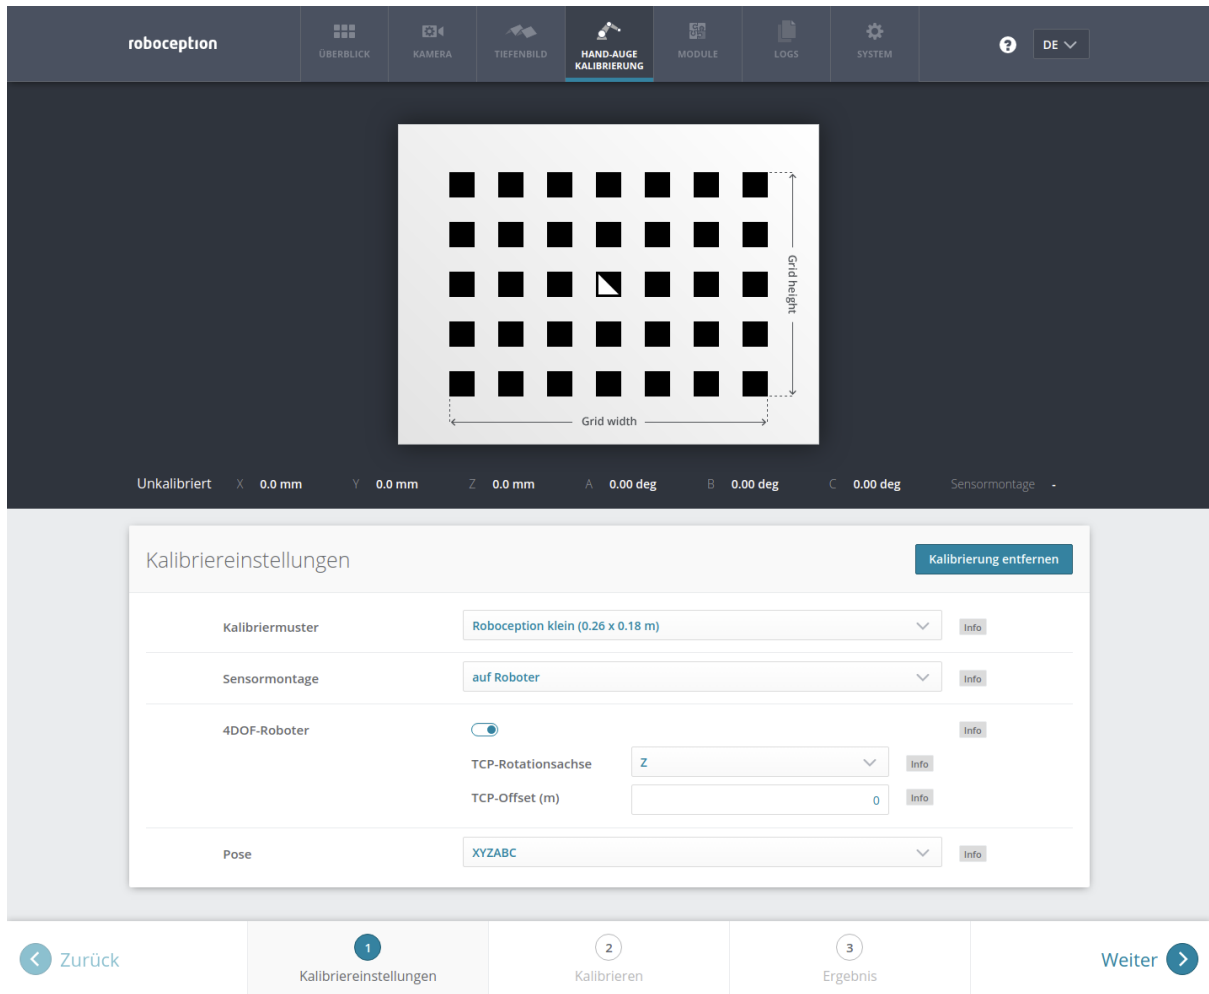

Abb. 5.10: Erfassung der Parameter zur Hand-Auge-Kalibrierung in der Web GUI des *rc\_cube*
**Web GUI-Beispiel:** Die Web GUI bietet eine Oberfläche, über die sich diese Parameter im ersten Schritt der Kalibrieroutine, wie in Abb. 5.10 gezeigt, erfassen lassen. Neben den Angaben zur Mustergröße und Kameramontage kann der Benutzer in der Web GUI auch die Kalibrierung von 4DOF-Robotern einstellen. In diesem Fall müssen die Rotationsachse, sowie der Offset vom TCP zum Kamerakoordinatensystem (für Kameras am Roboter) oder zur Oberfläche des Kalibriermusters (für statische Kameras) angegeben werden. Außerdem kann das Format für Posen eingestellt werden. Dieses Format wird im nachfolgenden Schritt 2 des Kalibriervorgangs verwendet, um die Roboterposen zu übertragen. Folgende Formate sind möglich: *XYZ-ZABC* für Positionen und Eulersche Winkel oder *XYZ+Quaternion* für Positionen samt Quaternionen für die Darstellung von Drehungen. Für die genauen Definitionen siehe Formate für Posendaten (Abschnitt 11.1).